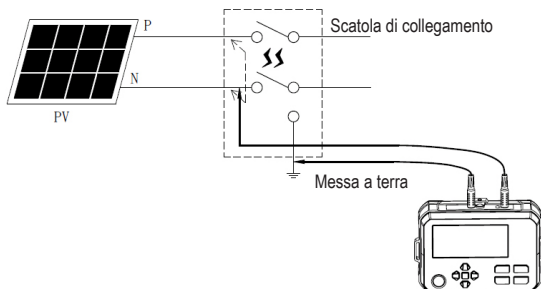

Figura 14.6 Misurazione tra P e N in stato di cortocircuito
2. Verificare che la tensione della matrice sia ≈ 0 V prima di collegare i puntali (Figura 14.6).